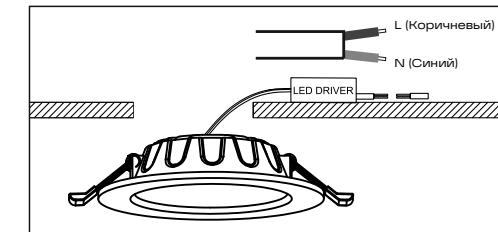

Рис. 2
- Выполните электрическое подключение осветительного прибора согласно рис.2.